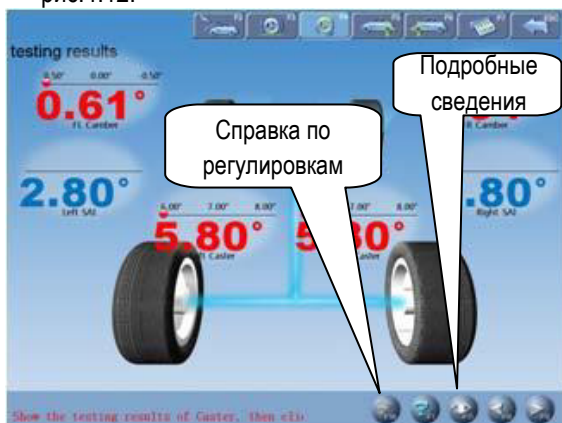

Рис.4.12
- После завершения тестирования установить рулевое колесо в среднее положение. Система автоматически переходит к следующему этапу для проверки результатов измерения. См. рис.4.12.